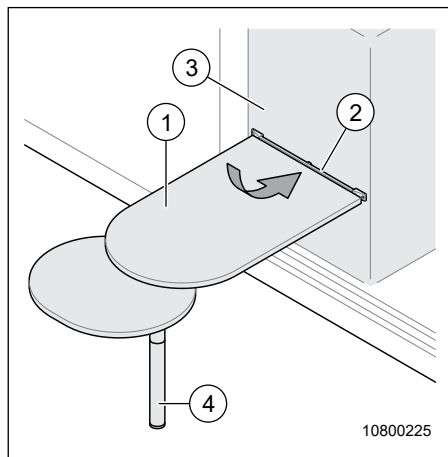

Fig. 20 Accrocher la table à l'extérieur
1. Accrocher la table (Fig. 20, pos. 1) obliquement depuis le haut dans le rail de guidage (Fig. 20, pos. 2) du bloc de cuisine (Fig. 20, pos. 3).
Attention : La partie inférieure du piètement (Fig. 20, pos. 4) est seulement emboîtée et peut tomber en dehors.